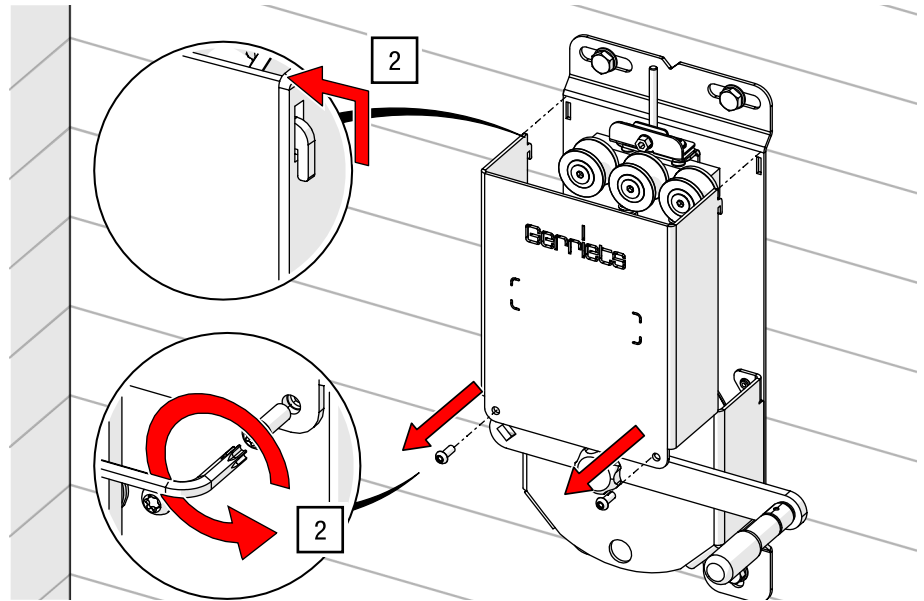

Abb. 115: Gehäuseschrauben lösen und Gehäuse öffnen
2. Lösen Sie die Gehäuseschrauben am oberen Deckblech mit einem TORX®-Schlüssel T30 und heben Sie es aus der Verankerung (siehe Abb. 115).
4. Schließen Sie das Gehäuse in umgekehrter Reihenfolge zu Schritt 2 (umgekehrt zu Abb. 115).